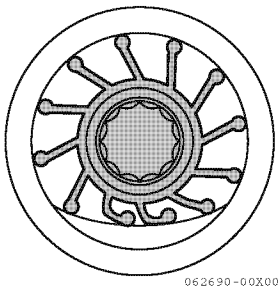

Figura 9
4. Ao montar a turbina, coloque as hélices da turbina como se mostra na ilustração. (**Figura 9**)